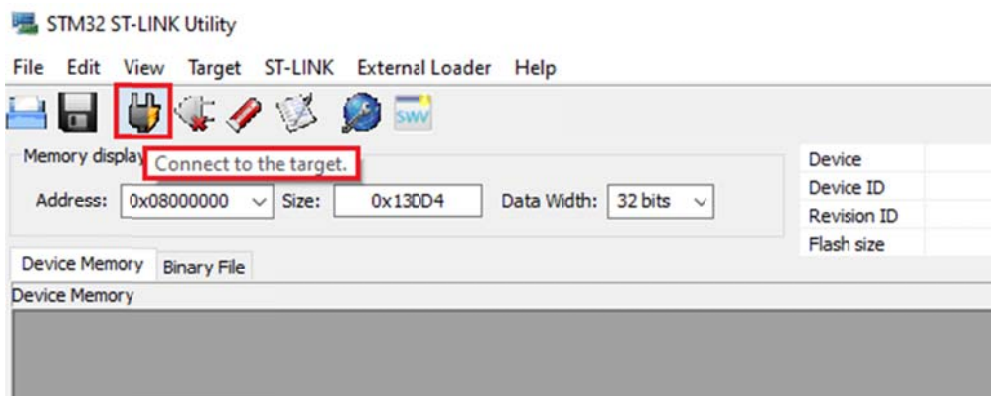
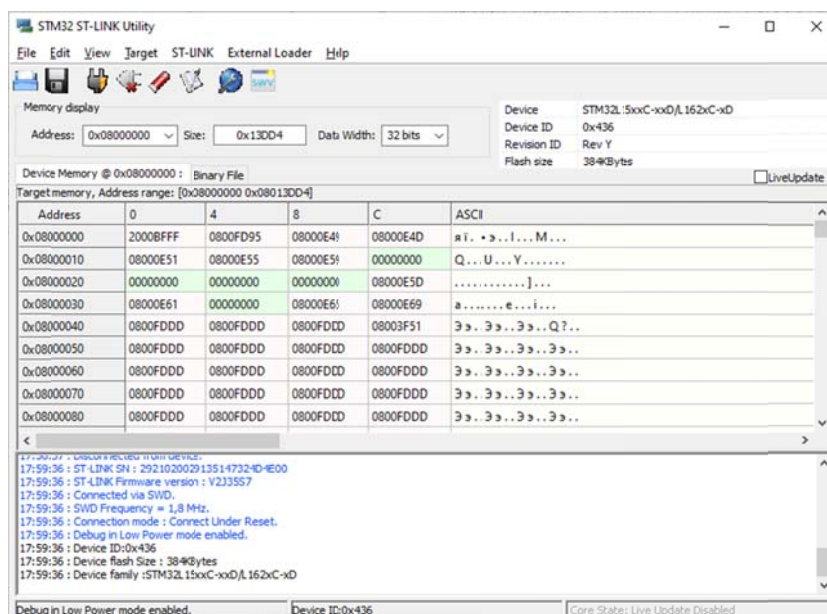

Рис. 5
Рис. 6
6. Далее нажать на кнопку “Connect to target” (рис. 5). При успешном считывании прошивки на экране появится код прошивки из маяка (рис. 6)